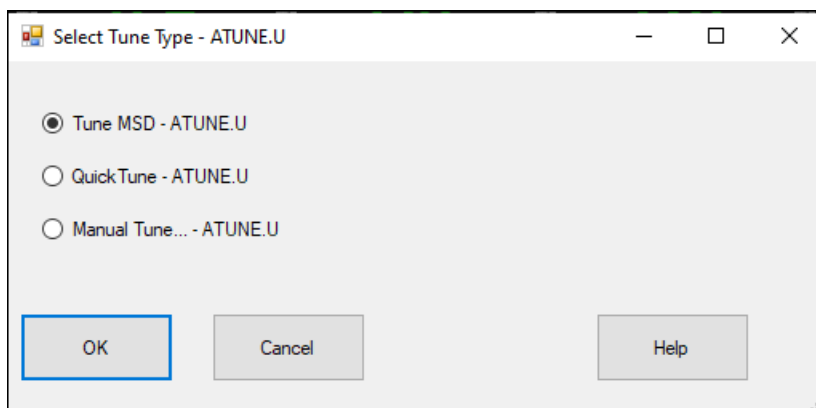

Figure 31. Sélectionner la boîte de dialogue du type de réglage
- 4 Cliquer sur l'icône **MS Tune** (Réglage du spectromètre de masse) pour afficher la boîte de dialogue **Select Tune Type** (Sélectionner le type de réglage). (Voir **Figure 31**.)